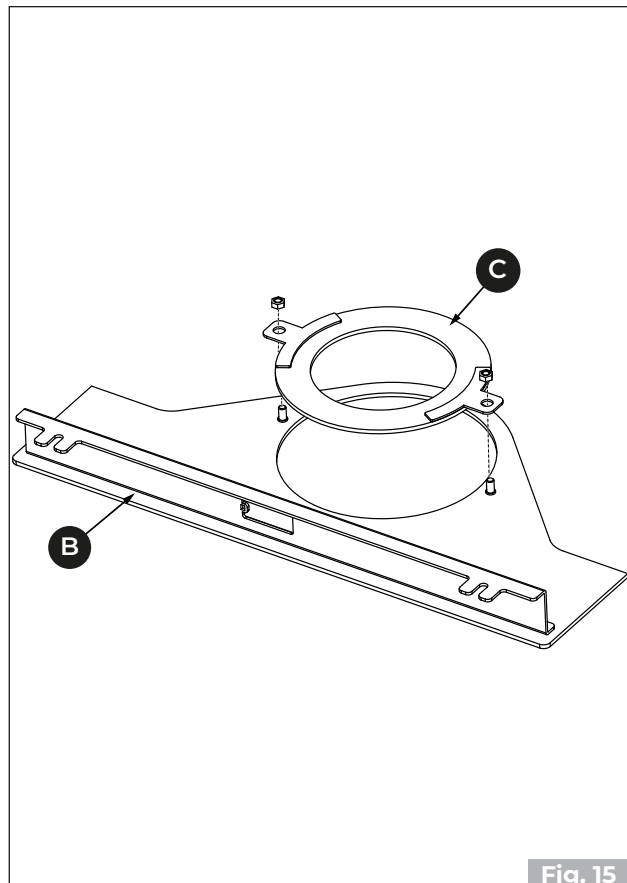

Fig. 15
- Drehen Sie den Tisch **(B)** und entfernen Sie die Halterung **(C)**, an der das konzentrische Rohr befestigt ist. (**Fig. 15**)